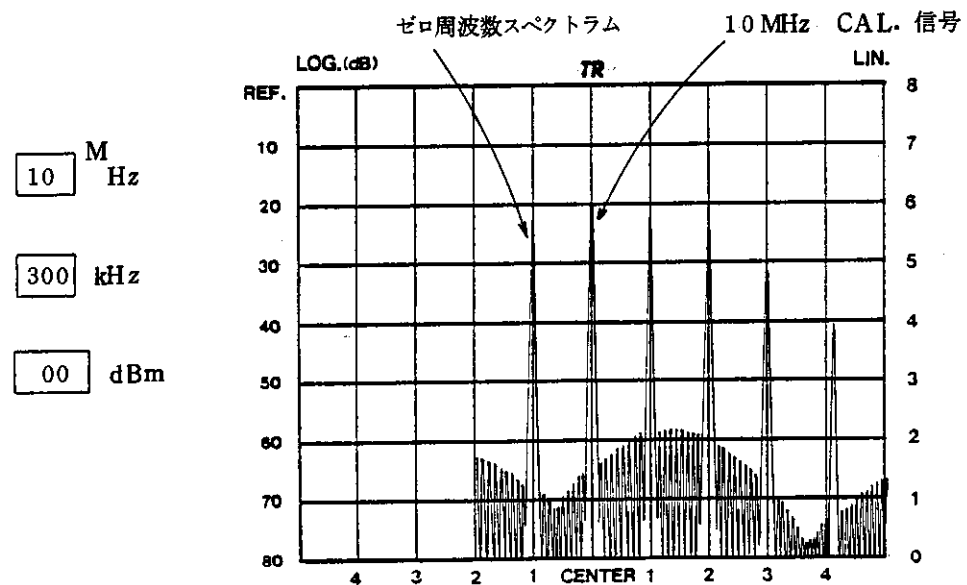

図3-5 10 MHz CAL. 信号スペクトラム
- (14) **TUNING** つまみを時計方向にまわし、10MHz スペクトラムを、**CENTER** 目盛に合わせます。(図3-5参照)